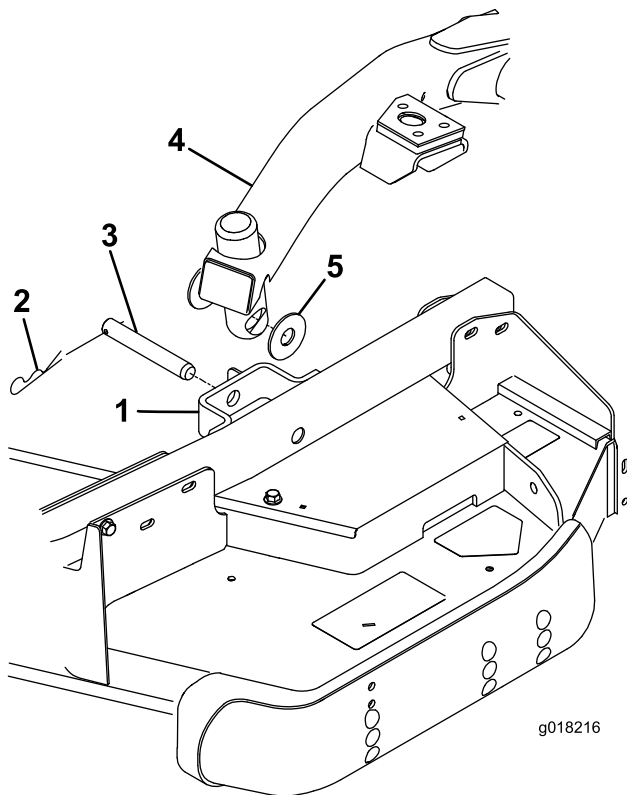

図 27
4. 昇降スイッチを前位置フロート位置にセットする。昇降アームを押し下げて、昇降アームについている穴とキャストアームのブラケットについている穴を整列させ、昇降アームのパッドに刈高ロッドを挿入できるようにする 図 27。
5. 昇降アームをキャストアームに固定するスラストワッシャ2枚、クレビスピン、ヘアピンコッターを使用する。昇降アームとキャストアームブラケットの間にスラストワッシャを入れ 図 27、コッターピンを、キャストアームタブのスロットに差し込んで固定する。